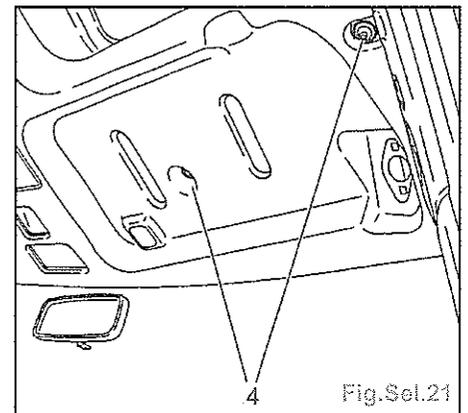

Fig.Sel.21
- le lecteur de cartes (1) et le déconnecter,
- le plafonnier (2) et le déconnecter,
- les pare-soleil et supports (3).
- Déposer les 2 vis (4) (de chaque côté) (Fig.Sel.21).